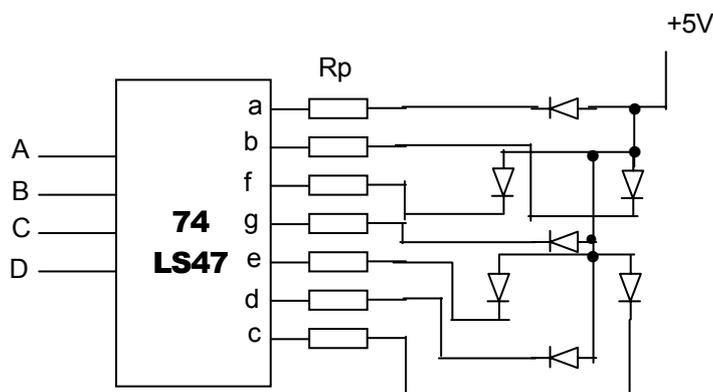

Fig.2
**a/** Etablir la table de vérité des entrées de commande des afficheurs sachant qu'un segment de l'afficheur n'est allumé que si l'entrée de commande est à 0, il est éteint si cette entrée est à 1 ou non connectée (segments à anodes communes : fig.2).